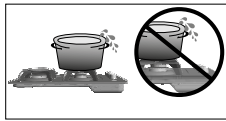

Figura 32.
- Las válvulas deben permanecer en su interior limpias de grasas y derrames originados por la cocción de alimentos. El depósito de residuos puede afectar el buen funcionamiento de las mismas (**Ver figura 32**).